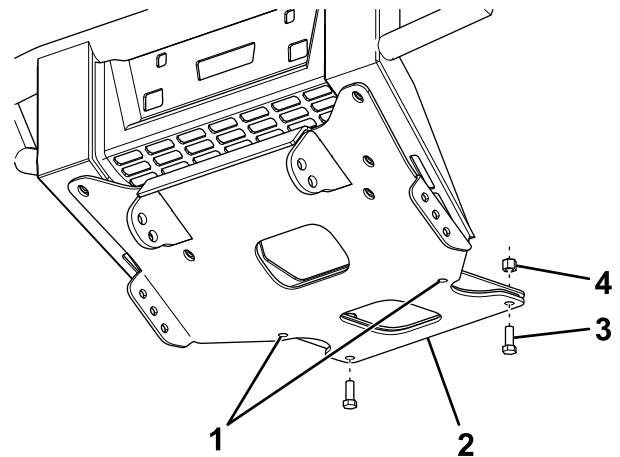

Figura 1
3. Alinee la placa de protección del chasis con el parachoques delantero del vehículo y sujételo provisionalmente con las fijaciones que retiró anteriormente (Figura 1).
4. Sujete provisionalmente la parte trasera de la placa de protección del chasis al vehículo con 2 pernos (3/8") y contratuercas (Figura 1).